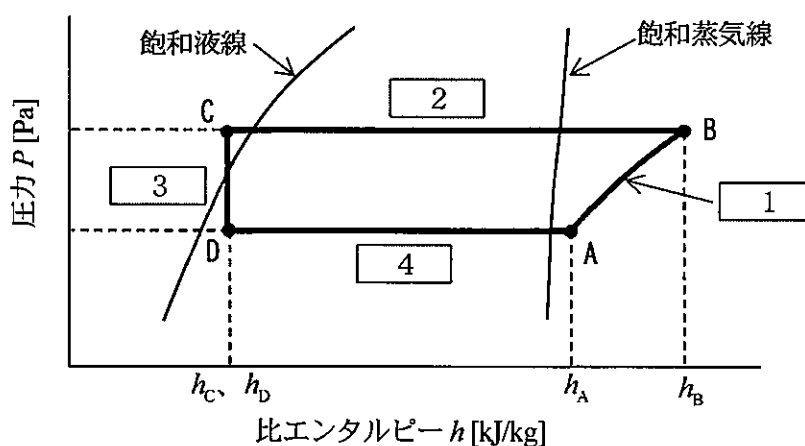

図 1 冷凍サイクル
(I) 図 1 は、蒸気圧縮式冷凍機やヒートポンプにおける冷凍サイクルの行程を $P-h$ 線図に示したものである。ここで、 P は循環冷媒の圧力、 h は比エンタルピーを示す。また、 $A \sim D$ は冷媒の状態点を示す。
1) 図 1 の $A \rightarrow B$ は 1 工程、 $B \rightarrow C$ は 2 工程、 $C \rightarrow D$ は 3 工程、 $D \rightarrow A$ は 4 工程を示している。